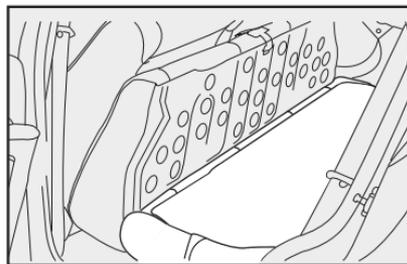
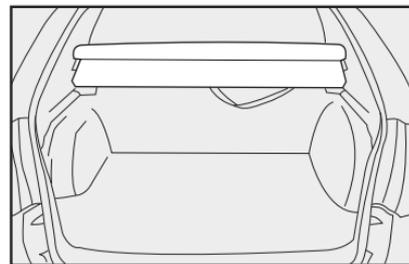

fig. 134
fig. 135
5) Incline hacia adelante el respaldo **fig. 134** del asiento trasero haciendo pasar lateralmente los cinturones de seguridad traseros, de manera que se obtenga una superficie de carga única en el compartimiento de equipajes **fig. 135**.